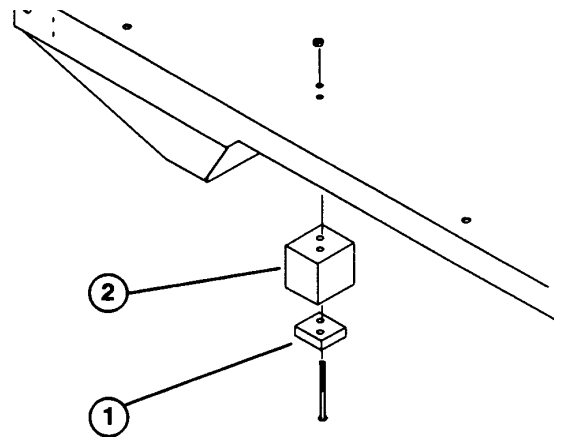

Fig. 7
6. Sett mellomleggskivene og nye avstandsstykker på plass på undersiden av lasteplanet med de nye og lengre maskinskruene og låsemutrene (fig. 7).